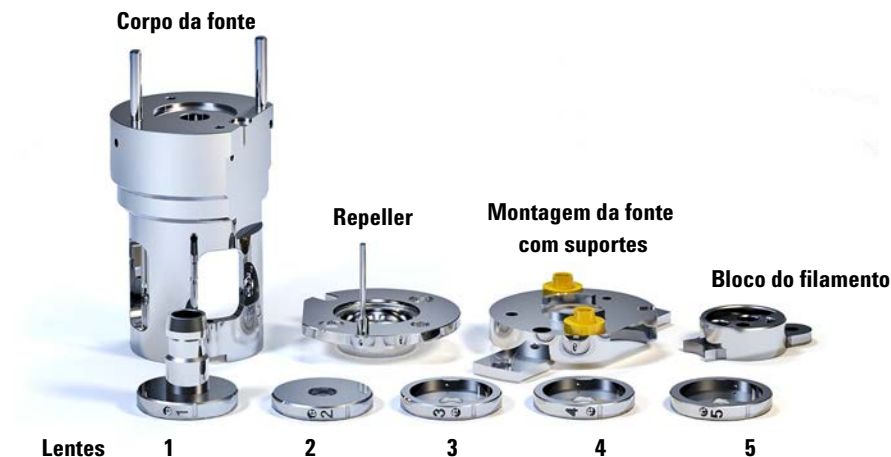

Figura 38 Peças da fonte de alta eficiência de EI a serem limpas
- 2 Colete as seguintes partes a serem limpas: (Consulte Figura 38 na página 135).
- Lente extratora (5)*
- Lente Pós-Extratora 1 (4)
- Lente Pós-Extratora 2 (3)
- Lente Ion focus/ foco de íons (2)
- Entrance Lens/Lente de entrada (1)